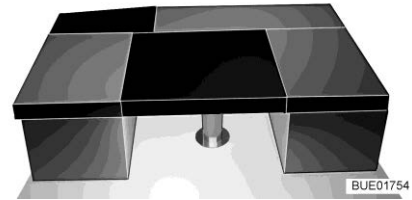

Bild 165 Efter ombyggnaden
- Lägg den rektangulära extra dynan på bordet (mellan sittbänkarnas ryggdynor, se Bild 165).